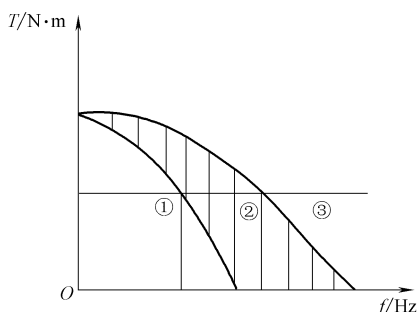

图 2-1 步进电动机的矩频特性
步进电动机的矩频(转矩 T 与频率 f) 特性如图 2-1 所示。在①范围内电动机可直接起动;在②范围内电动机可加速运转;在③范围内电动机可能出现失步停转。因此,用户在计算负载转矩时需考虑以下两种因素:一是电动机的摩擦转矩,可以通过拉力试验或估算得出;二是负载转动惯量。惯量对电动机的起动和加速性能有着直接的影响。选用时应考虑电动机有无减速机构。